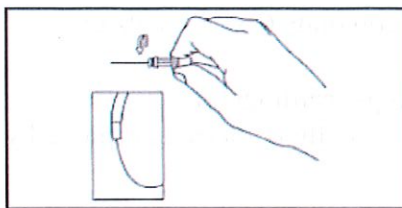

Figura 4.
Paso 3. Si el bucle todavía persiste, gire la guía media vuelta en la otra dirección (hacia la izquierda) y compruebe si ya ha desaparecido (consulte la Figura 4).